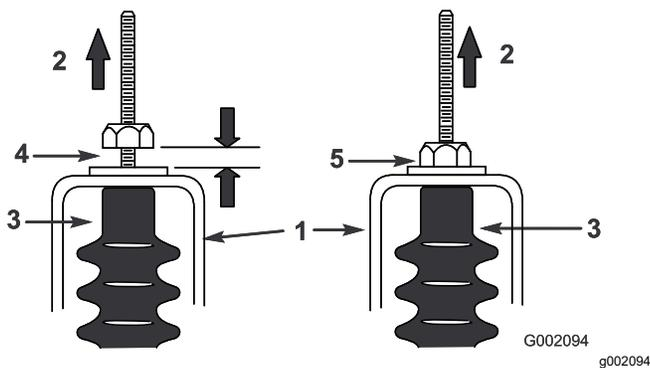

Рисунок 46
- Потяните вверх каждый трос переключения передач, чтобы убедиться в наличии зазора от 0,76 до 1,52 мм между гайкой/шайбой и кронштейном нейтрали (Рисунок 46).